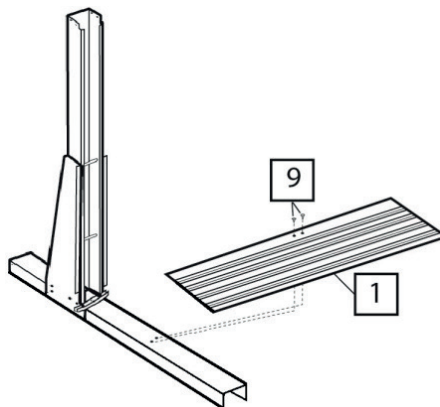
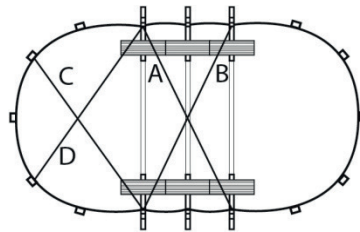
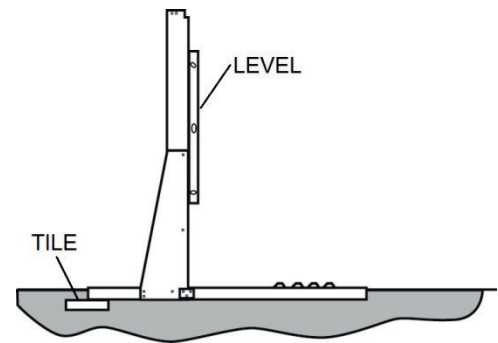

Abb. 18.
Abb. 19
Abb. 20
Richten Sie in jedem Modul eine 122 cm Grundplatte (1) ein. Die Montage dieser Platten muss mit der genuteten Seite nach oben und der flachen Seite nach unten vorgenommen werden. Diese Platten haben auf einer Seite zwei Löcher und Sie müssen sicherstellen, dass diese in Richtung der Mittelsäule, Abb. 18, ausgerichtet sind.
Mit Sprühfarbe, Kalk oder einem Pulver wird der Umriss eines Moduls am Boden eingezeichnet. Ist das geschehen, wird das Modul zu einer Seite verschoben und die darunterliegende Erde mit einer Schaufel abgetragen (Video: <https://www.youtube.com/watch?v=508QF1Pdulk>). Die Lochtiefe muss etwa 5 cm, Abb. 18, betragen und vollständig plan sein. Nachdem das Loch bearbeitet und eingeebnet wurde, wird das Modul eingesetzt, wobei mit einer Wasserwaage auf der Moduloberseite, Abb. 19, sicherzustellen ist, dass es richtig plan ist.
Danach wird unter jedem Modul auf der Modulrückseite die Bodenplatte eingerichtet, Abb. 20. Dazu wird das Modul geneigt und die Erde unter der Platte eingeebnet. Nach dem Einbau der Platte ist neuerlich die Modulplanheit zu prüfen und dazu wird wieder das Abmaß genommen, Abb. 19.